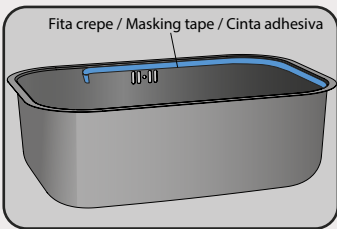
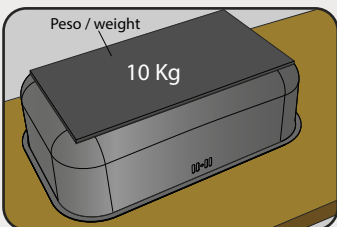

Fig. 4.1
Fig. 4.2
Para evitar a passagem de água entre a cuba e o tampo é utilizado na borda da cuba o adesivo selante a base de PU com densidade entre 30 e 40. O tempo de cura deste adesivo é de 24 horas. Recomenda-se a aplicação nas extremidades da borda da cuba, para evitar que o adesivo entre em contato com o interior da peça (fig. 4). Para proteger o interior da peça pode se usar fita crepe (fig. 4.1). Em seguida a cuba é colocada cuidadosamente na posição onde será fixada. Para garantir que a cuba não se desloque de sua posição, e garantir que toda a borda esteja em perfeito contato com o tampo de granito, é colocado um peso de até 10 Kg sobre a mesma (fig. 4.2).
*To avoid water flowing between the bowl and countertop, use a PU based sealant with density between 30 and 40. It is necessary 24 hours to well fix the sealant. It is recommended to apply in the bowl corners to avoid the adhesive contact into the piece (fig. 4). To protect the product, it is possible to use a tape (fig. 4.1) Then carefully place the bowl in its final position. Place a 10 kg maximum weight over the bowl to ensure it will not move from its position and all edges are in perfect contact with the countertop (fig. 4.2).
Para evitar que pase agua entre la cubeta y la mesada se usa el adhesivo sellador a base de PU con densidad entre 30 y 40. El tiempo para una buena fijación del adhesivo es 24 horas. Se recomienda aplicar el adhesivo en los bordes de la cubeta (fig. 4). Para protección del producto, puede usar una cinta (fig. 4.1). Enseguida se coloca la cubeta cuidadosamente en la posición en la que se vaya a fijar. Para garantizar que la cubeta no se desplace de su lugar y que todo el borde esté en perfecto contacto con la mesada, se pone un peso (hasta 10 kg) dentro de ella (fig. 4.2).*